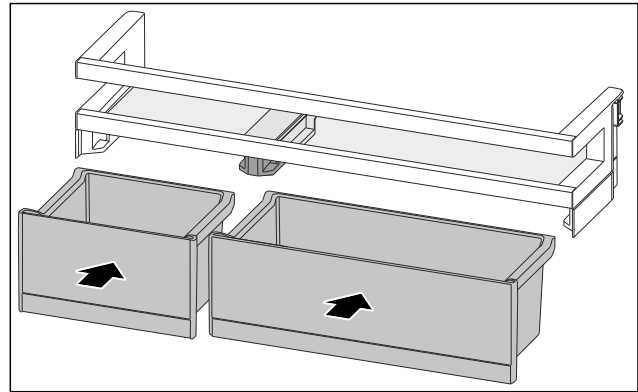

Fig. 117
- ▶ VarioBoxen in getauschter Anordnung einsetzen. (siehe Fig. 117)